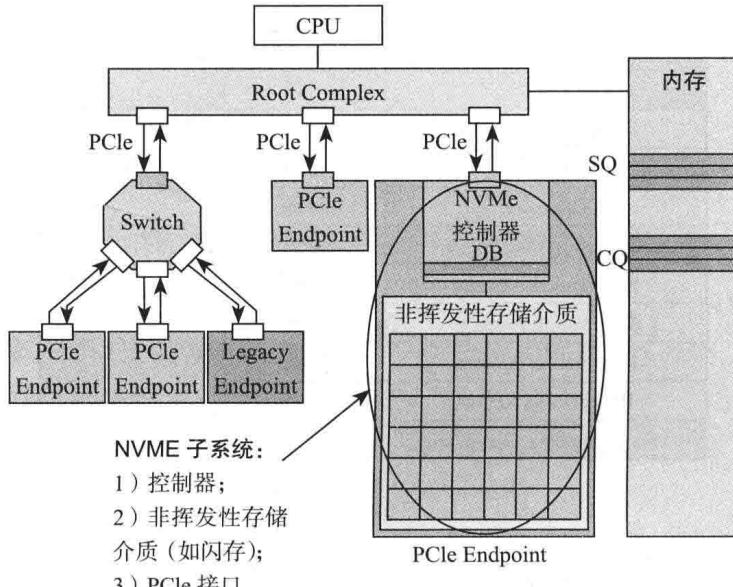

图 6-9 SQ、CQ 和 DB 在系统中的位置
NVMe 有三宝：Submission Queue (SQ)、Completion Queue (CQ) 和 Doorbell Register (DB)。SQ 和 CQ 位于主机的内存中，DB 则位于 SSD 的控制器内部，如图 6-9 所示。
这张图信息量比较大，除了让我们知道 SQ 和 CQ 在主机的内存 (Memory) 中以及 DB 在 SSD 端外，而且让我们对一个 PCIe 系统有一个直观的认识。图 6-9 中的 NVMe 子系统一般就是 SSD。请看这张图几秒钟，然后闭上眼，脑补 SSD 所处的位置：SSD 作为一个 PCIe Endpoint (EP) 通过 PCIe 连着 Root Complex (RC)，然后 RC 连接着 CPU 和内存。RC 是什么？我们可以认为 RC 就是 CPU 的代言人或者助理。作为系统中的最高层，CPU 说：“我很忙的，你 SSD 有什么事情先跟我助理说！”尽管如此，SSD 的地位还是较过去提升了一级，过去 SSD 别说直接接触霸道总裁，就是连助理的面都见不到，SSD 和助理之间还隔着一座南桥。